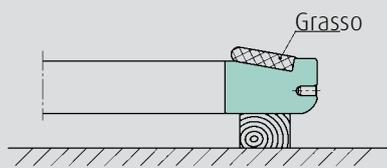

Fig. 3.38
1. Applicare un velo di grasso sull'anello esterno con la marcatura A e posizionare l'anello esterno sui supporti con la superficie della pista di rotolamento rivolta verso l'alto. (Fig. 3.38). Quindi applicare la quantità di grasso indicata sulla superficie della pista di rotolamento, distribuendola uniformemente. Applicare un sufficiente quantitativo di lubrificante sulla superficie dell'orletto.